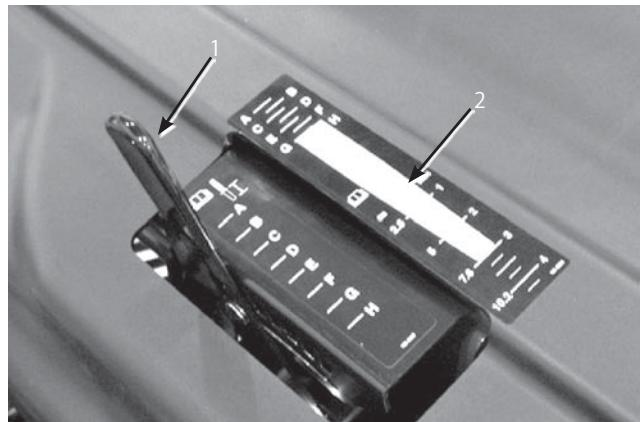

図28
- タインの打ち込み深さチャート(図28)の、希望する打ち込み深さの位置に、タインの端を合わせてみる。